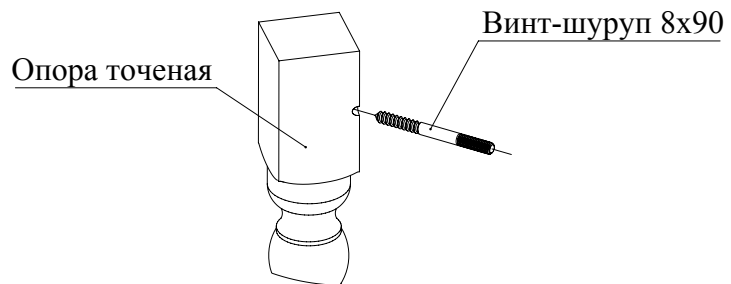

Рис.5
5. Вкрутить винт-шуруп 8х90 в опоры точеные 16 (Рис. 5).